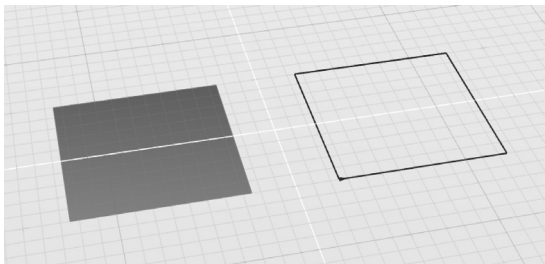

图 4-30 打开练习文件
1) 打开素材文件夹“练习 (4.3.1_4)”中的 Evolve 文件, 此文件中有两个对象: “平面 #1”和“矩形#1”, 如图4-30所示。